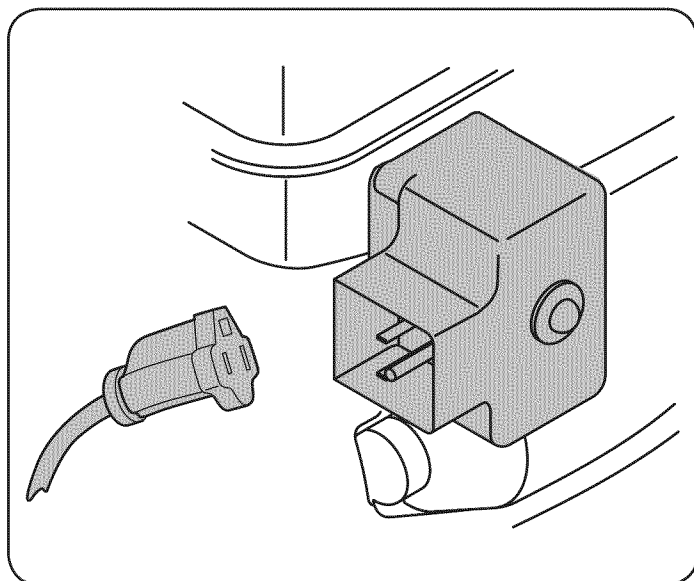

Figura 14
3. Conecte un prolongador a la salida situada en la superficie del motor. Conecte el otro extremo del prolongador a un tomacorriente de CA, 120 voltios con conexión a tierra, para tres patas, en un área bien ventilada. Vea la Figura 14.